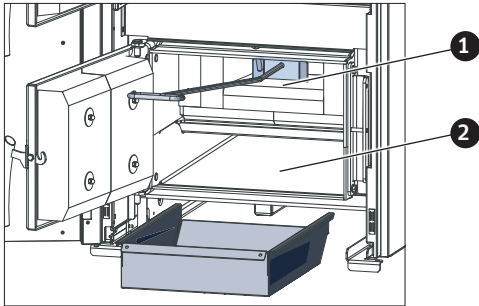

Fig. 59 Retirer les cendres de la chambre de combustion et du cendrier
- ▶ Placer le tiroir à cendres sous la porte de cendrier (porte du bas). Ouvrir la porte de cendrier et supprimer la totalité des cendres produites de la chambre de combustion et du cendrier – Fig. 59.